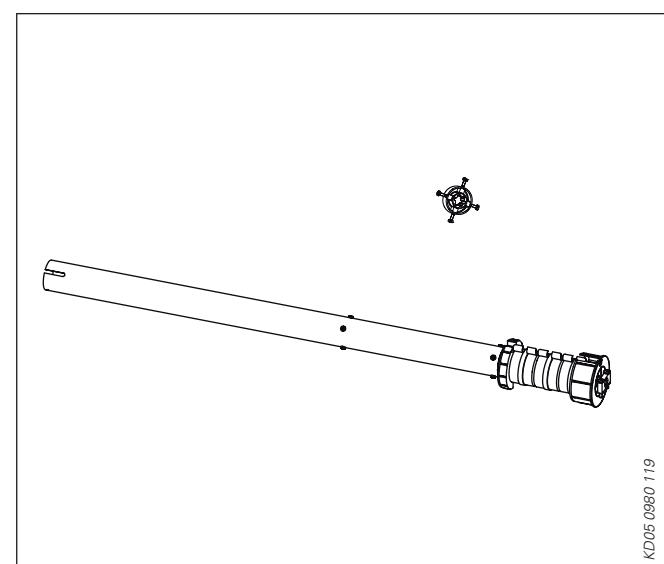

Abb. 4: Befestigungsschraube Motormitnehmer
- Die 4 Schrauben vom Mitnehmer herausdrehen. Die Löcher um die Längendifferenz anreißen und in Rohr Ø 50 mm bohren (Abb. 4/1).